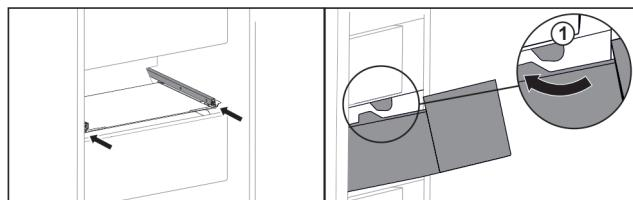

Fig. 136
- Обведите выдвижной ящик вокруг стопора Fig. 136 (1).